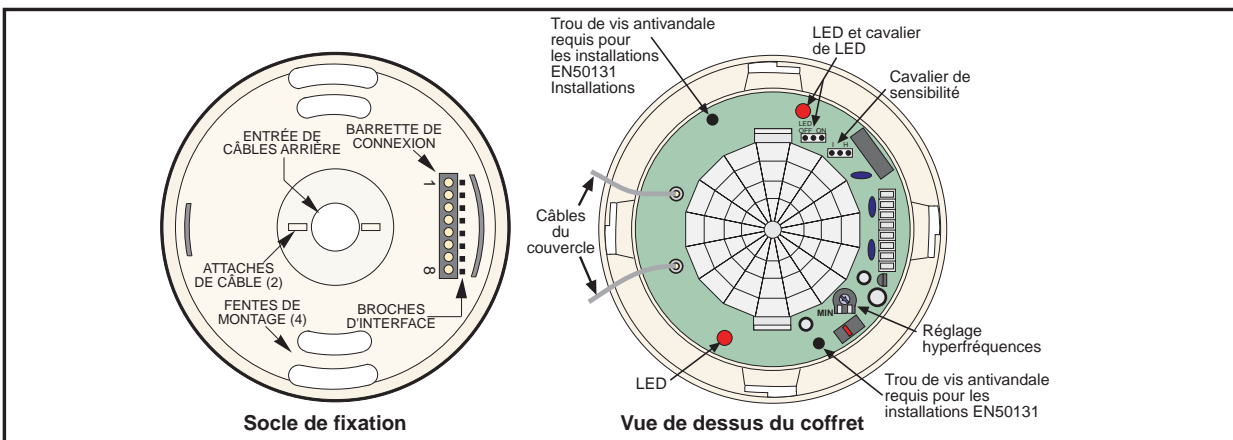

Figure 2.2 : Montage
3. Acheminer le câblage selon les besoins à l'arrière de la base et à travers le trou central. Voir *Figure 2.2*.
Une fois le couvercle installé et correctement mis en place, l'ensemble peut être sécurisé à l'aide des vis antivandale fournies. Les vis antivandale sont requises pour les applications EN50131. Veuillez consulter la vue de dessus du couvercle présentée à la *Figure 2.2* pour connaître l'emplacement des trous de vis.